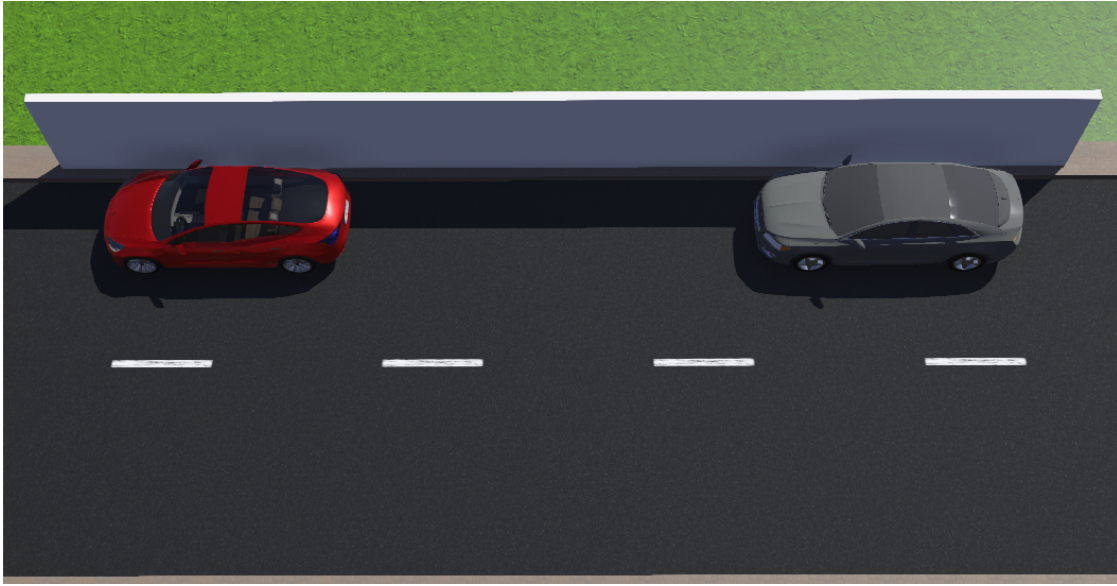

Figura 4: Zona de estacionamiento simulada
Asimismo, habrá una zona separada de la pista para las pruebas de estacionamiento lateral. La figura 4 ilustra las dimensiones utilizadas para modalidad presencial. El espacio simulado tendrá proporciones similares, como se muestra en la figura ???. La banqueta será delimitada por “paredes” con altura suficiente para que pueda ser detectada por los sensores del robot. A diferencia de los años anteriores, el espacio para estacionarse estará delimitado por otros vehículos y no solo por paredes. Para este fin, se utilizarán otros vehículo simulados.
4. **Estacionamiento Autónomo.** Consiste en hacer que el vehículo pueda estacionarse en la zona designada (ver figura 4). Se arrancará el vehículo a un metro de distancia, aproximadamente, del espacio para estacionarse. La posición y orientación inicial tendrán una ligera variación aleatoria para todos los equipos.
- En la prueba sobre estacionamiento autónomo, se ordenará a los equipos de acuerdo al tiempo final requerido para concluir exitosamente la prueba, luego de aplicar sanciones a aquellos autos que colisionen contra algún obstáculo (ver sección 6.2). Quien no logra estacionarse recibirá puntuación nula. Se considerará como exitosa la prueba si el vehículo queda estacionado dentro del espacio identificado en la Figura 4 como “Area permitida”.